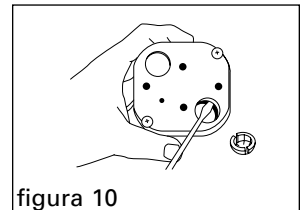

figura 10
7. Quite uno de los huecos de la caja de empalme e instale el conector de cable amarillo (figura 10).